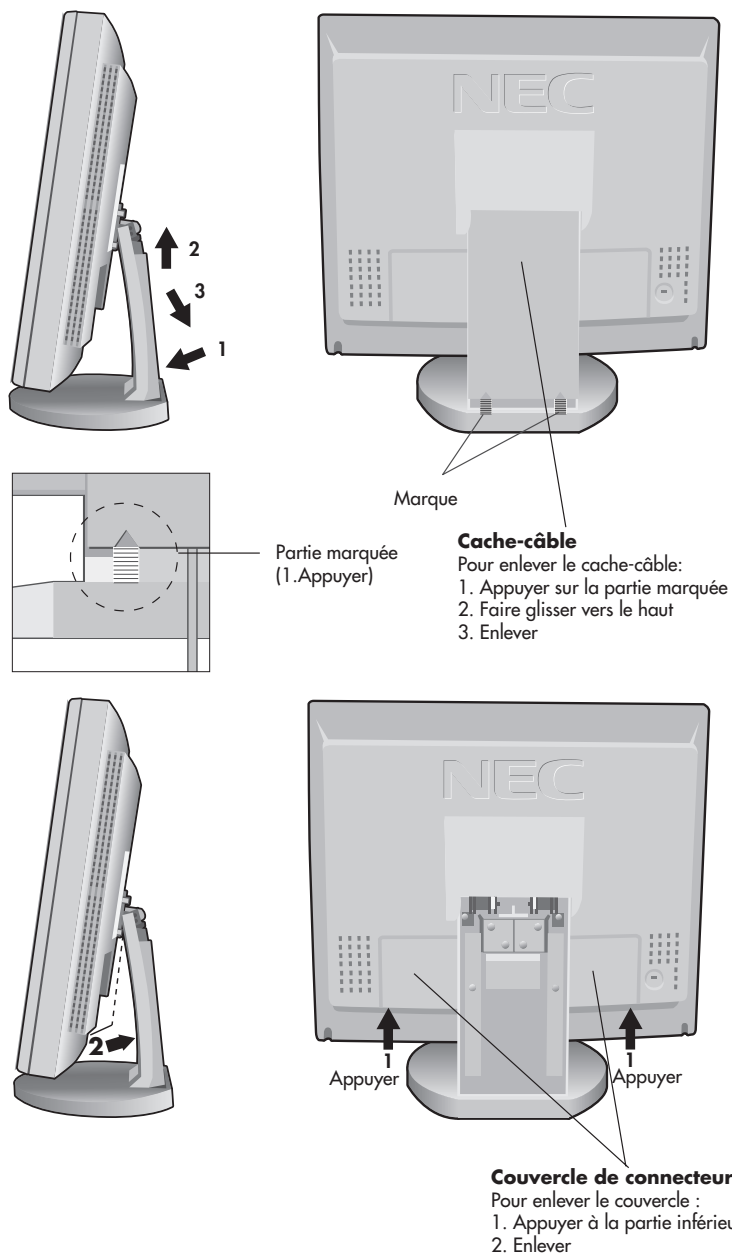

Figure E.1
4. Connectez une extrémité du câble d'alimentation sur l'adaptateur CA et l'autre extrémité sur la prise de secteur (**Figure C.1**). Remplace connecteur étui et étui câble (**Figure E.1**).